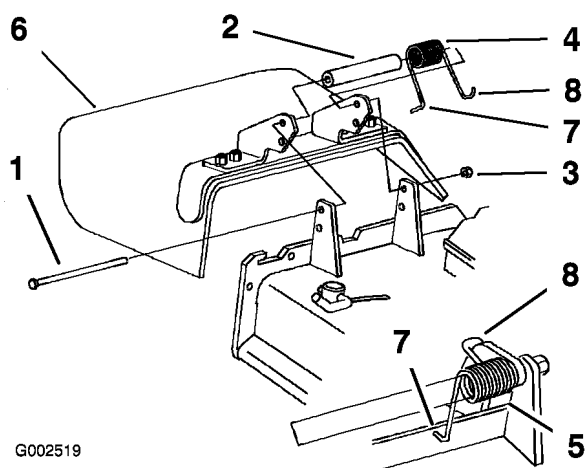

Figura 74
1. Retire la contratuerca, el perno, el muelle y el espaciador que sujetan el deflector a los soportes de pivote (Figura 74).
Nota: Asegúrese de colocar el extremo en **L** del muelle detrás del reborde de la plataforma antes de instalar el perno, según muestra Figura 74.
5. Coloque el extremo en **J** del muelle alrededor del deflector de hierba (Figura 74).